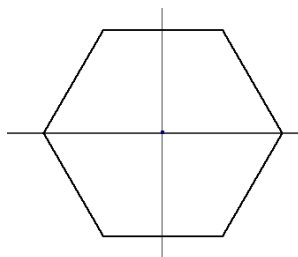

Рис. 3.16. Эскиз шестиугольника
2. Укажите центр многоугольника в начале координат, а одну из вершин зафиксируйте на горизонтальной оси (рис. 3.16).